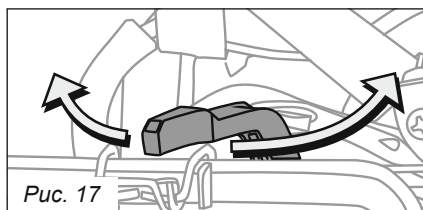

Рис. 17
- Поверните рычаг воздушной заслонки в положение «ЗАКРЫТО» (рис. 17).